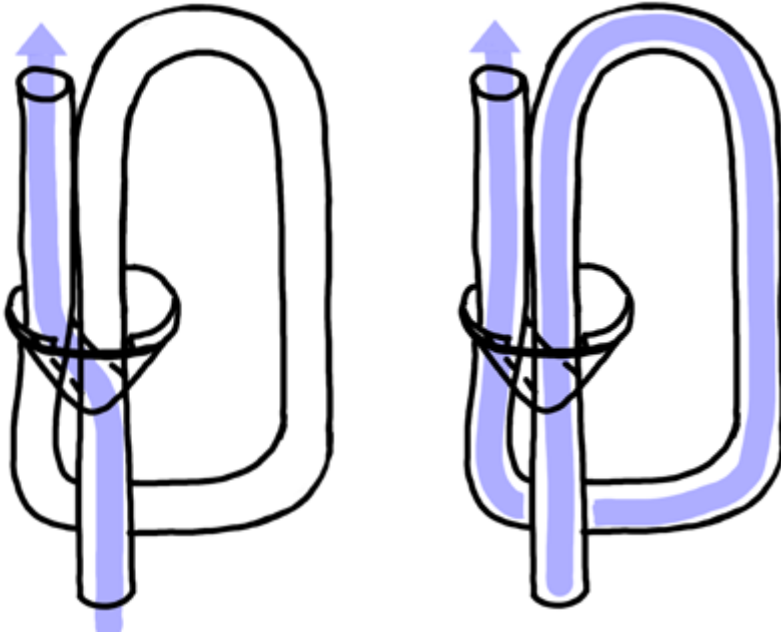
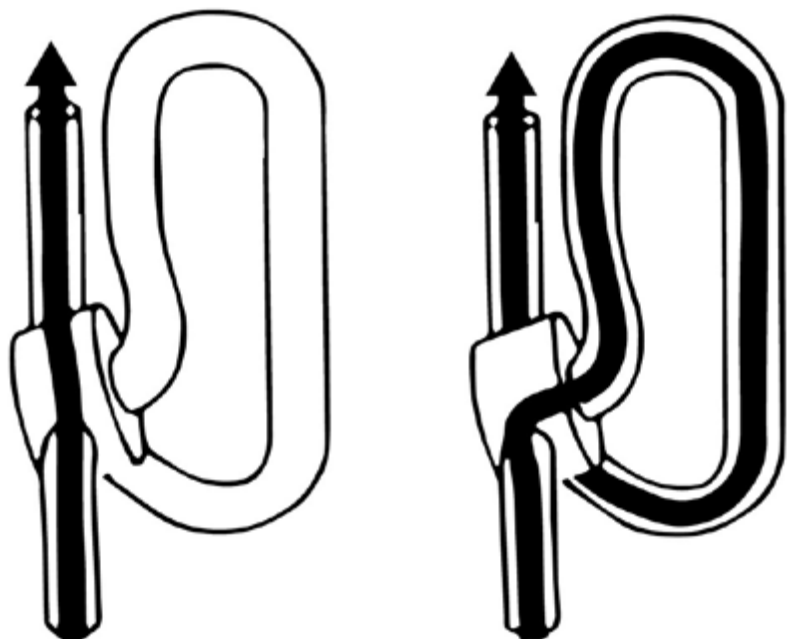

Abbildung 3: Das Thayer-Ventil
Abbildung 4: Das Hagmann-Ventil
6. Lage ohne Quartventil. Dies ist besonders bei der Posaune kritisch, da die charakteristische Klangfarbe eine direkte Konsequenz aus dem über weite Strecken nahezu geraden zylindrischen Rohrverlauf darstellt. Edward Thayer stellte zur Lösung dieses Problems 1976 erstmals eine neue Konstruktion für das Quartventil vor. Abbildung 3 zeigt eine schematische Skizze seines Ventils. Als gleichberechtigte Alternative hat sich die Ventilkonstruktion von René Hagmann aus dem Jahr 1991 etabliert, die serienmäßig erstmals von Antoine Courtois verwendet wurde und ab 1997 in der »Sovereign«-Serie von Boosey & Hawkes verbaut wurde. Neben einem verbesserten Luftfluss und einer größeren klanglichen Homogenität sind die Hagmann-Ventile vor allem leichter zu warten als die Thayer-Ventile. Bestehen bleibt das Problem, dass der Ventilhebel einen sehr langen Betätigungsweg hat. In Abbildung 4 ist eine schematische Skizze des Hagmann-Ventils dargestellt.